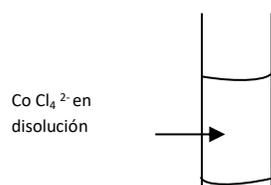

Fig 1
- El complejo azul (fig. 1) tiene mayor contenido de energía que el rosa, ya que para pasar a este debe perder energía (recuérdese la cubeta en el tercer piso)